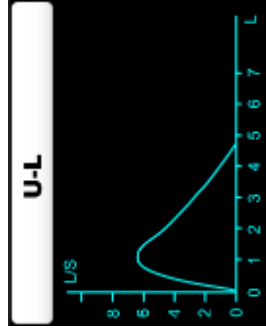

Figure 6-4 Graphique volume-débit
**Graphique volume-débit et du graphique volume-durée** Appuyer: sur «Haut» et «Bas» pour afficher les deux graphiques: Celui du rapport volume-débit et celui du rapport volume-durée (voir Figure 6-4 et Figure 6-5). Les trois interfaces ci-dessus constituent l'interface principale; appuyer sur «Menu» pour afficher le Menu principal (voir Figure 6-6).